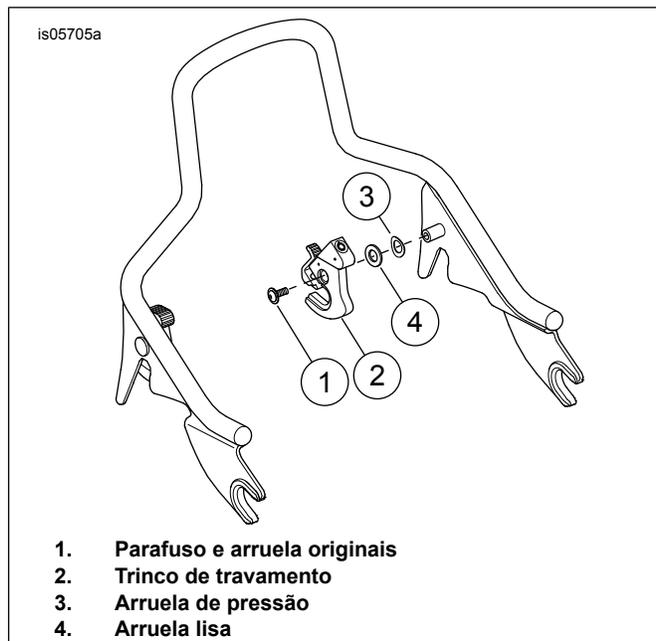

Figura 6. Instalação interna esquerda
|                                    | FLS/FXS 2011 e posteriores  | Kit de sissy bar de uma peça   | Ver Figura 6, Instalação interna esquerda  |
|                                    | 2000 e posteriores  | Tour-Pak (com ou sem passageiro)   | Ver Figura 6, Instalação interna esquerda  |
|                                    | FLD 2012 e posteriores  | Kit da placa lateral   | Ver Figura 6, Instalação interna esquerda  |
| Touring                            | 2009 — posteriores  | Kit de sissy bar vertical  | Ver Figura 6, Instalação interna esquerda  |
2. Veja Figura 6 . Instale a arruela de pressão (3) no cubo de montagem esquerdo.
3. Instale a arruela lisa (4) do kit no cubo de montagem.
5. Instale o parafuso e a arruela originais (1).